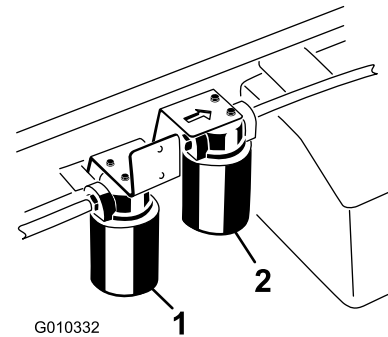

Figura 73
3. Coloque um recipiente de escoamento debaixo do filtro e retire o filtro (Figura 73).
1. Limpe a zona em torno da montagem do filtro de alto fluxo (Figura 73).